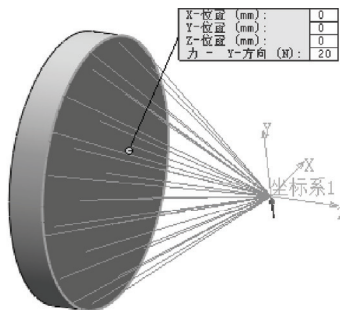

图 9-48 添加“远程载荷/质量”操作 1
- **远程载荷/质量:** 将远程载荷、质量或位移转移到所选面、线或顶点处, 如图 9-48 所示。当选用“载荷(直接转移)”项时, 将从所选坐标系原点(或系统)处为所选面增加载荷(此时会将远程力和由此力形成的到所选面的力矩同时转移到所选面上), 当选用质量或位移时, 将通过刚性杆固定的质量或设置的位移加载到所选面上。